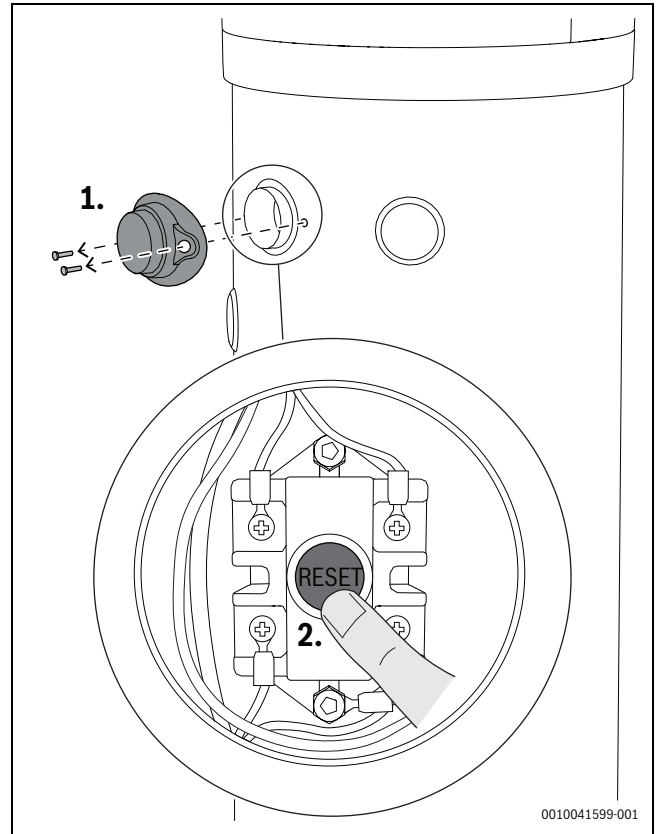

Bild 33 Thermostat-Reset
- ▶ Kunststoffabdeckung entfernen. Hierzu die entsprechenden Feststellschrauben lösen (Schritt 1, Abb. 33)
- ▶ Sicherheitsthermostat manuell zurücksetzen (Schritt 2, Abb. 33)